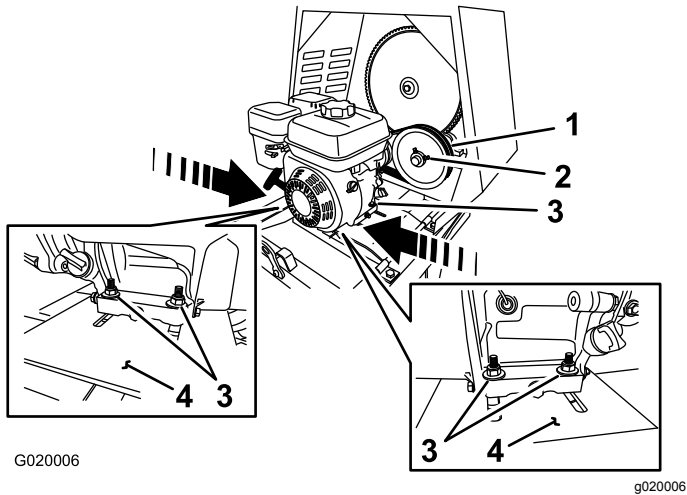

Figura 63
- Afloje los pernos y las tuercas que sujetan el motor a la chapa del motor (Figura 63).
- **Para aumentar la holgura**—Aleje el motor de la polea tensora (Figura 63).
- **Para reducir la holgura**—Acerque el motor a la polea tensora (Figura 63).